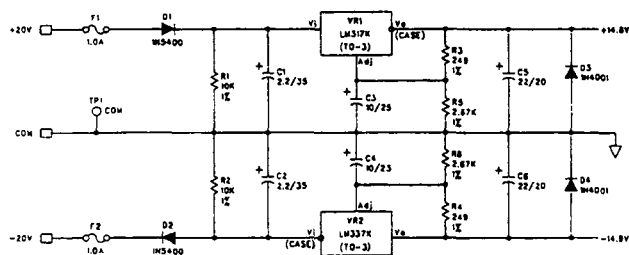

图3 母板电路图
C. 扫描病人发现有大量黑白相间的斜道伪影,扫描水模也有大量黑白相间的斜道伪影,扫描水模获得原始数据,用 dita 诊断程序发现有 400 个探测器的数据全白。查看相应探测器母板,发现 +15V 电源的保险丝烧断。更换新的保险丝依然烧断,测量每一个探测器模块上的 C1 和 C2 的阻值(图3),没有发现 C1 或 C2 两端阻值为零。将所有探测器拔下后,开机保险丝依然烧断。将母板拆下后发现 LM317 三端稳压块的 1 脚和 3 脚短路,更换稳压块后机器工作正常。